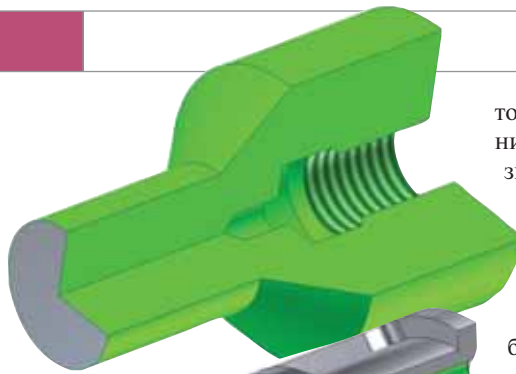

Рис. 5
- токарная обработка (точение, сверление, нарезание резьбы, точение канавок/отрезка) (рис. 5);